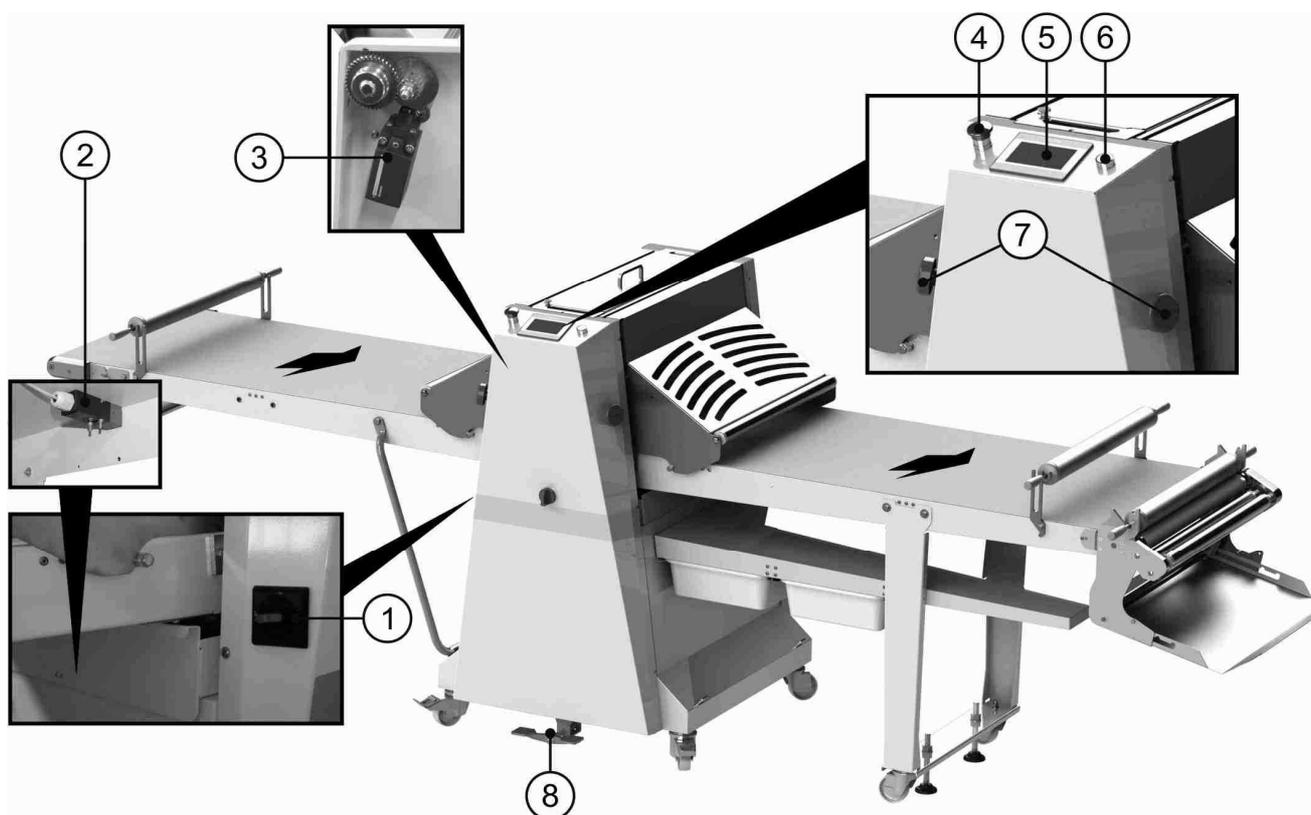

Рисунок 4
Согласно Рисунок 4, оборудование оснащено следующими устройствами управления и контроля:
- Во время каждого включения, необходимо активировать оборудование посредством кнопки из.б Рисунок 4. Это операция должна выполняться каждый раз после остановки оборудования посредством активации системы безопасности (открыв защитные крышки или нажав кнопку аварийного сигнала)
- Проверьте, что аварийный сигнал из. 4 Рисунок 4 не активирован (в противном случае отключите его)
- Выставить общий выключатель в позицию I (ON) Рисунок 4 из.1
- Кнопка запуска рабочего режима из. 6 Рисунок 4 свет указывает на наличие напряжения (белый постоянный свет)